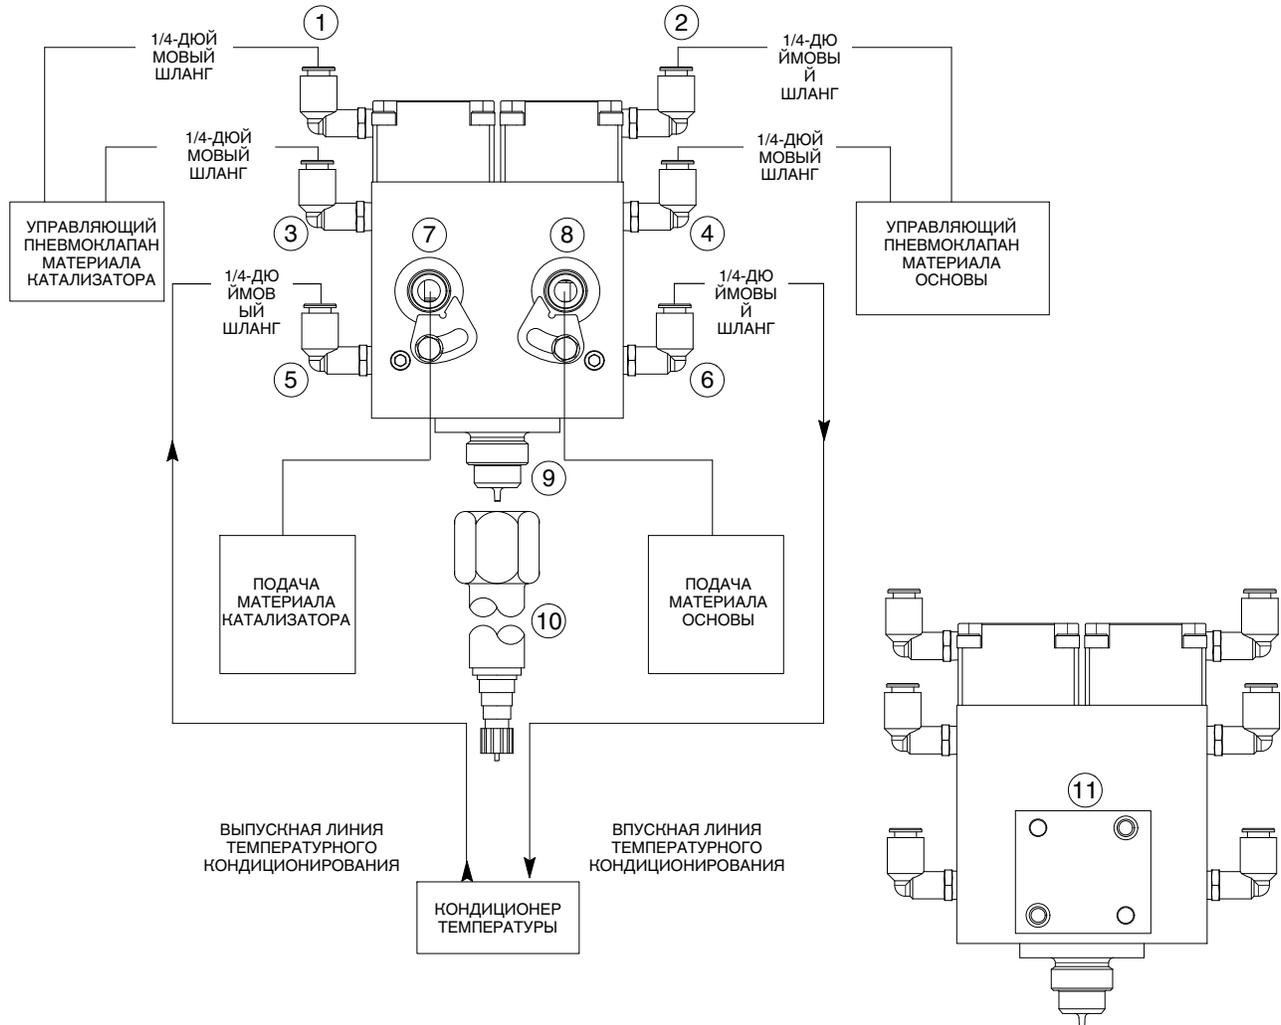

Рис. 5 Соединения автономного двухкомпонентного дозирующего клапана
2. См. рис. 5. Поставить изоляционную прокладку (11) между двухкомпонентным дозирующим клапаном и монтажной поверхностью.
1. См. рис. 5. Присоединить 1/4-дюймовые линии подачи сжатого воздуха с управляющего пневмоклапана материала катализатора к впускным воздушным фитингам открытия (1) и закрытия (2).
2. Присоединить 1/4-дюймовые линии подачи сжатого воздуха с управляющего пневмоклапана материала основы к впускным воздушным фитингам открытия (2) и закрытия (4).
1. См. рис. 5. Смонтировать 1/4-дюймовую линию подачи воды между впускным патрубком температурного кондиционирования (5) и выпускным патрубком температурного кондиционирования на кондиционере.
2. Смонтировать 1/4-дюймовую линию подачи воды между выпускным патрубком температурного кондиционирования (6) и впускным патрубком кондиционера.
1. См. рис. 5. Смонтировать линию подачи между впускным патрубком материала основы (8) и источником подачи материала основы.
2. Смонтировать линию подачи между впускным патрубком материала катализатора (7) и источником подачи материала катализатора.
1. См. рис. 5. Очистить резьбу сопла (9), чтобы обеспечить надлежащую посадку на седле узла кожуха и трубки смесителя (10). Покрывать вазелином резьбу сопла (9).
2. Установить узел кожуха смесителя и трубки (10) на сопло (9). Затянуть кожух смесителя моментом 14–16 Н•м (10,5–12 фут-фунтов).